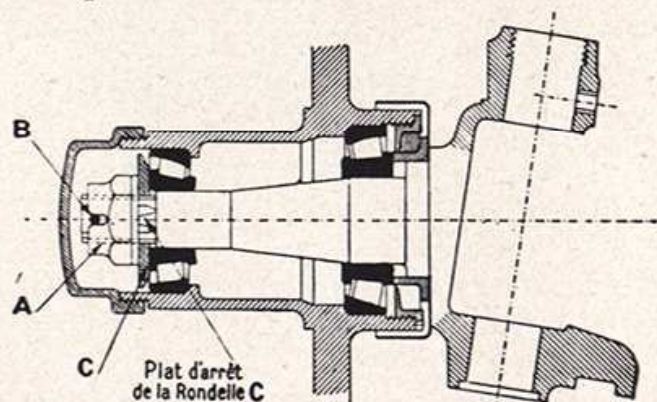

Fig. 15
Après avoir enlevé la roue, dévisser le bouchon de moyeu afin d'accéder à l'écrou A (*fig. 15*) de blocage du moyeu sur la fusée, le dégoupiller et le dévisser.
Les roulements à rouleaux coniques Timken nécessitent certaines précautions lors de leur remontage. Le moyeu et ses roulements étant remis en place sur la fusée, serrer avec précaution l'écrou A (*fig. 15*) jusqu'à ce qu'en tournant la roue à la main on éprouve une légère résistance. Dévisser alors cet écrou de la quantité minimum nécessaire pour introduire la goupille fendue (B) à la fois dans un créneau de l'écrou et dans un des trous percés à l'extrémité de la partie filetée de la fusée.